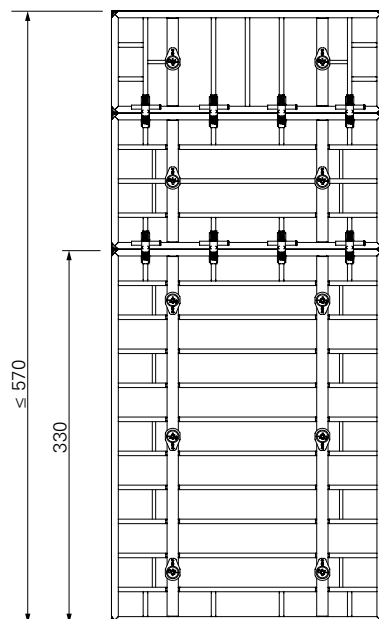

Fig. C12.01c
- H ≤ 5,70 m (Fig. C12.01c)
- sur le joint de panneau 330 – 120, poser les pinces BFD (20) et la filière de compensation MAR 85 (21),
- sur le joint de panneau 120 – 90, poser les pinces BFD (20).